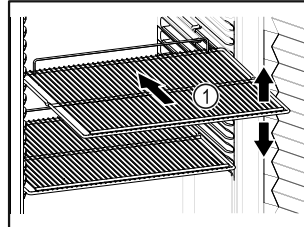

Fig. 50 Ενδεικτική απεικόνιση
- Εάν οι σχάρες Fig. 50 (1) είναι ρυθμιζόμενες, προσαρμόστε τα ανάλογα με το ύψος.